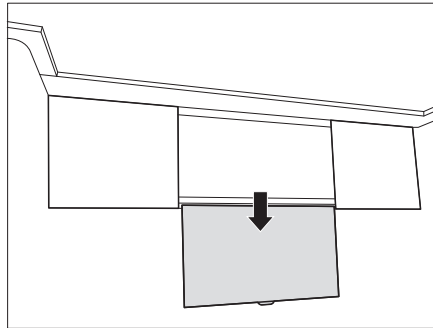

Bild 138 Platt bildskärm i nedre läge
- Dra ner den platta bildskärmen i handtaget (Bild 138).